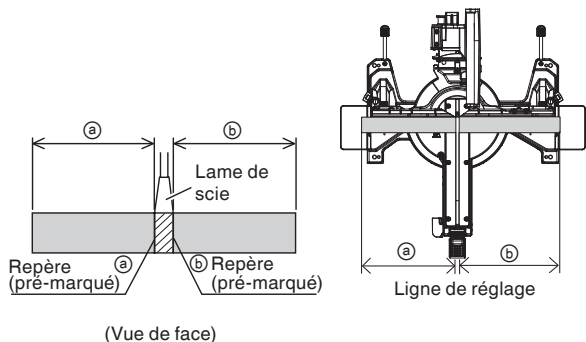

Fig. 26
- (1) Comme indiqué à la Fig. 26, la largeur de la lame est la largeur de coupe. En conséquence, glisser la pièce vers la droite (vue de la position de l'opérateur) pour obtenir la longueur **b**, et sur la gauche pour obtenir la longueur **a**.